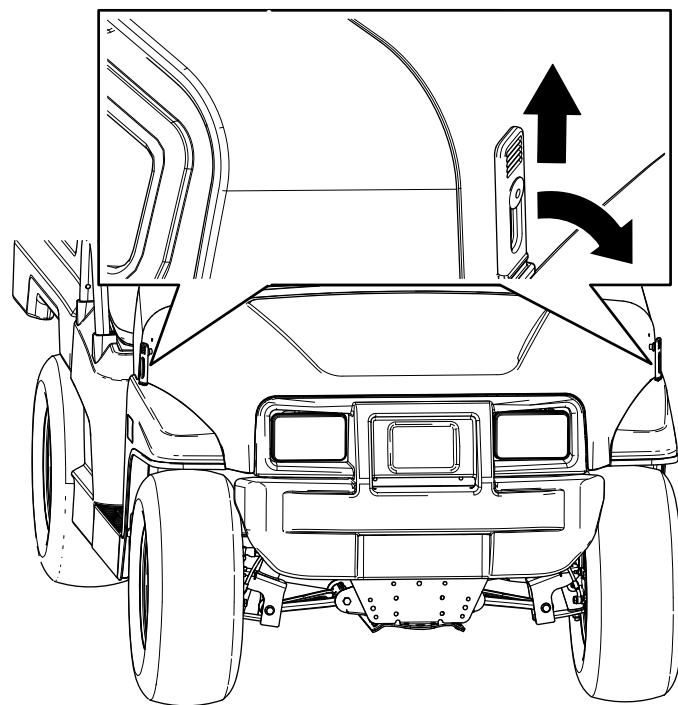

Figure 23
- Fixez le capot en place en alignant les loquets en caoutchouc sur les ancrages de verrouillage de chaque côté du capot (Figure 23).
- Soulevez la poignée des loquets en caoutchouc de chaque côté du capot (Figure 23).